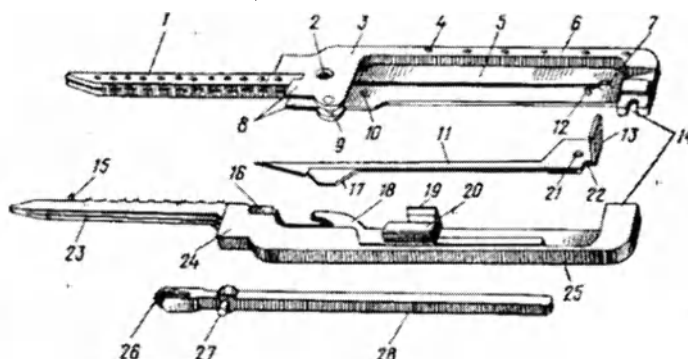

Рисунок 2. Аппарат в разобранном виде:
5.1. Аппарат для наложения боковых желудочно-кишечных анастомозов **НЖКА – 60** состоит из следующих основных частей: скобочной половины **3**, упорной половины **24**, клина **11** со сменными лезвиями **17** (рис. 2).
10.5. Если не хватает усилия для передвижения клина, пользуйтесь приспособлением для увеличения усилия при прошивании. Для этого штифт **27** (см. рис. 2) поочередно вставляйте в отверстие у рукоятки скобочной половины и, поворачивая его, нажимайте роликом **26** на флажок **13**.